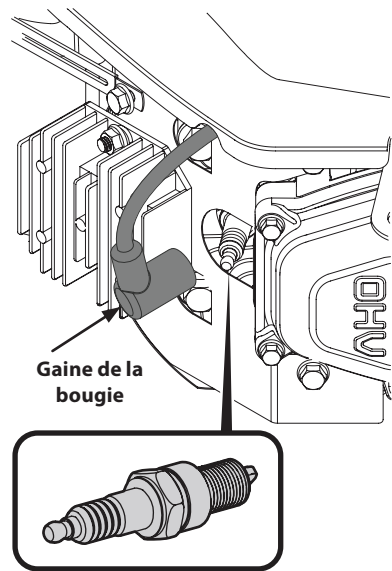

Figure 6-9
1. Dégagez la gaine de la bougie et utilisez une clé à bougie pour la démonter. Voir la Figure 6-9.